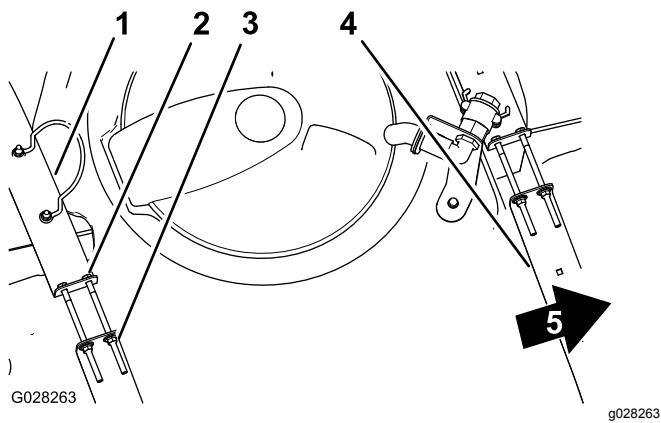

Figure 18
2. Assurez-vous qu'il n'y a pas de jeu entre les sangles de la cuve et la cuve (Figure 18).
- Si les sangles de la cuve ne sont pas assez serrées, resserrez les contre-écrous à embase et les boulons en haut des sangles jusqu'à ce que ces dernières soient parfaitement en appui sur la surface de la cuve (Figure 18).